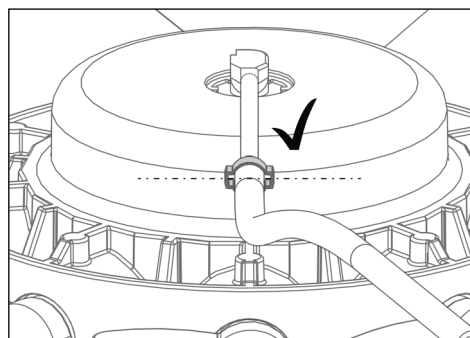

Fig. 18
- 10) Posicione la abrazadera de doble oreja según muestra la Fig. 18.